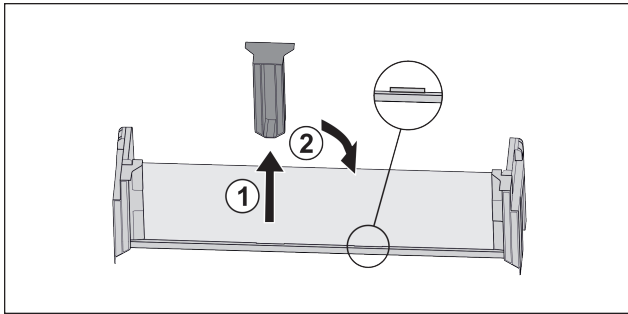

Fig. 17
- Retirar la pieza de sujeción central Fig. 17 (1).
- Colocar la pieza de sujeción central en la segunda posición Fig. 17 (2).